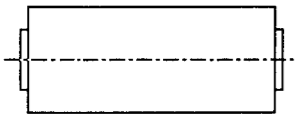

Fig. 4-6
- 4). Gently turn the guide rollers on both sides counterclockwise until the envelope becomes as shown in Fig. 4-6.
- 5). After the adjustment is complete, eject the tape, then load it again and confirm whether or not the envelope is as shown in Fig. 4-6. If NOT, go back to 1), and perform the adjustment again.
- 4). 両側のガイドローラーを互いに少しずつ左側に回し、エンベロープを Fig. 4-6 のような形状にする。
- 5). 調整後、一度テープを EJECT し、再度ローディングを行ないエンベロープが Fig. 4-6 のような形状になっているかを確認する。なっていない場合には、再度 1) 項に戻って調整する。